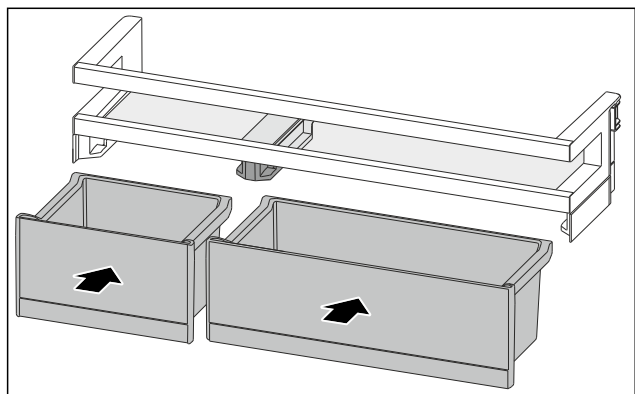

Fig. 83
- VarioBoxy vložte v opačném pořadí. (viz Fig. 83)